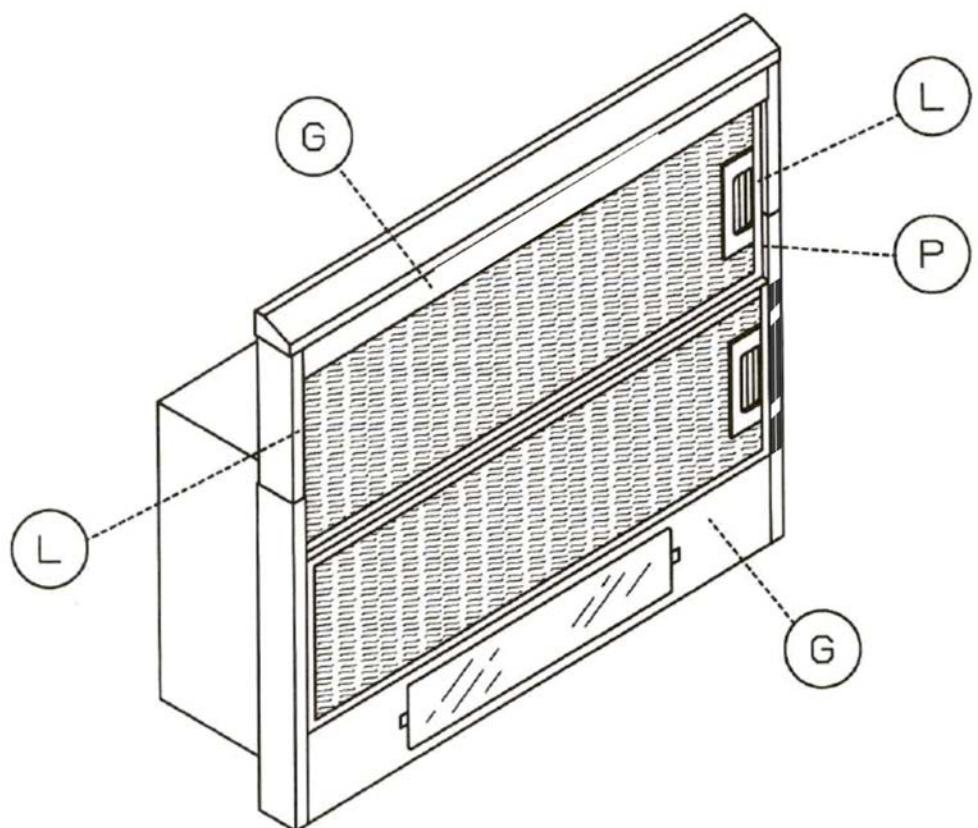

Fig. 4
- Para efectuar un montaje correcto, hacer coincidir posteriormente el aparato con el mueble, alinear el frente de la campana con la puerta del mueble regulando los distanciadores L derecho e izquierdo con los tornillos P (Fig. 4).